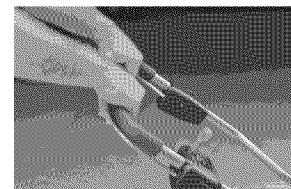

Figure 26 - Relevez la poignée de sécurité
3. Continuez d'appuyer sur la clé dans la rainure tout en relevant la poignée de sécurité (voir la Figure 26). Le moteur démarrera et la lame se mettra à tourner. Une fois la tondeuse démarrée, vous pouvez relâcher la clé de sécurité.